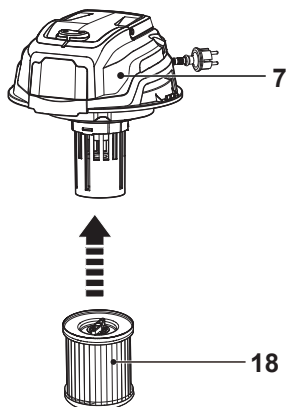
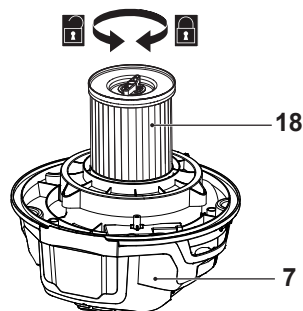

Fig. 6
Fig. 16
- > Monte el filtro de cartuchos (18) en la unidad del motor (7) (Fig. 6). Asegúrese de que el filtro encaja bien en su posición. Véase la Fig. 16.
> Use el filtro de cartuchos (18) para recoger partículas que no capture la bolsa de polvo (19). Monte siempre el filtro de cartuchos (18) en la unidad del motor (7) si va a aspirar en seco (Fig. 16). Si utiliza el producto sin el filtro de cartuchos (18) puede dañar la unidad del motor.